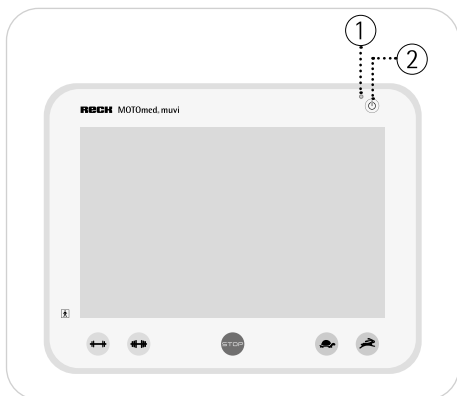

Fig. 4.8
Vide Fig. 4.8 Isto é indicado pelo LED verde aceso ① na unidade de comando. Pressione o botão ‚Ligar/Desligar‘ ② para ligar o MOTOMed. Aparece o ecrã principal. Pressione, novamente, o botão ‚Ligar/Desligar‘ ② para desligar o ecrã.